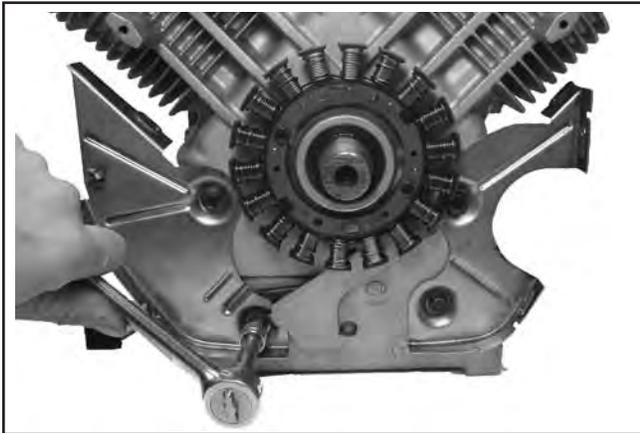

Abbildung 9-64. Entfernung der Stützplatten und der Halterung des Statorkabels.
1. Die vier geflanschten Sechskantschrauben, die die Stützplatten und die Halterung des Statorkabels (soweit vorhanden) fixieren, entfernen. Siehe Abbildung 9-64. Die Stützplatten und die Halterung des Statorkabels entfernen.